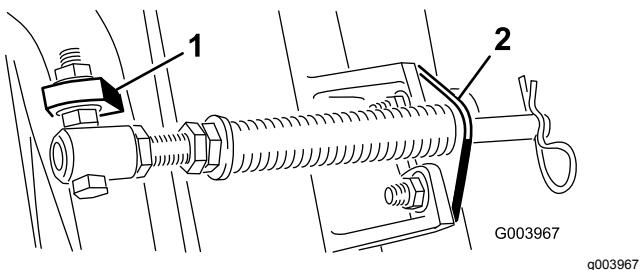

Figura 6
**Nota:** Coloque la cabeza del perno en el exterior de la pestaña, según se muestra en Figura 6.
- D. Monte el soporte de la varilla en las pestañas de la unidad de corte con los pernos de cuello cuadrado y las tuercas (Figura 6).